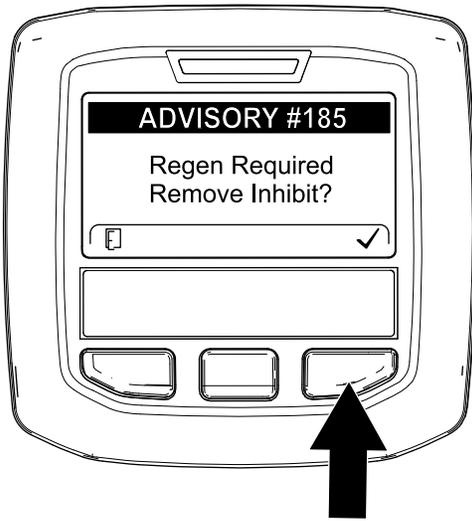

図 68
**注** 再生禁止 INHIBIT REGEN 設定が ON にセットされている場合は、インフォセンターに アドバイス No. 185 図 68 が表示されます。ボタン 3 を押して再生禁止設定を OFF にしてリセット再生を許可してください。